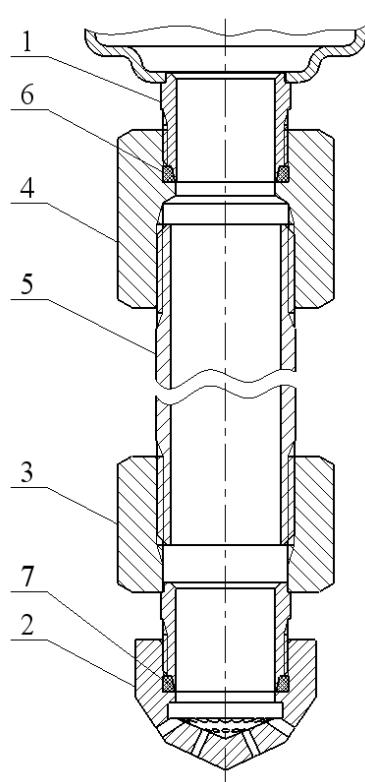

Рисунок 3
ж) комплект переходников для монтажа удлинителя (см. рисунок 3) – 1 шт. (по заявке Потребителя);
4.1.3 Для вывода насадка-распылителя в свободную зону через подвесной потолок типа Грильято, Армстронг и т.п. или его перемещения в рабочую зону эффективного пожаротушения при монтаже МУПТВ на потолочном перекрытии высотой более 6 м модуль может быть дополнительно укомплектован удлинителем, соединяющим выпускную горловину МУПТВ **1** с насадком-распылителем **2** (см. рисунок 3).
6.7 При монтаже насадка-распылителя через удлинитель (см. рисунок 3) провести следующие работы. Собрать удлинитель согласно рисунку 3. Перед сборкой на наружные резьбы трубы **5** нанести силиконовый герметик, после чего накрутить до упора переходники **3**, **4**. В зарезьбовые канавки отверстий насадка-распылителя **2** и переходника **4** установить резиновые кольца **6**, **7**. На наружную резьбу переходника **3** накрутить до упора насадок-распылитель **2**. Соединить удлинитель через резьбовое соединение с выпускной горловиной МУПТВ **1**. При монтаже необходимо обеспечить перпендикулярное направление оси удлинителя относительно горизонтальной плоскости.
При наличии удлинителя (см. рисунок 3) дополнительно: